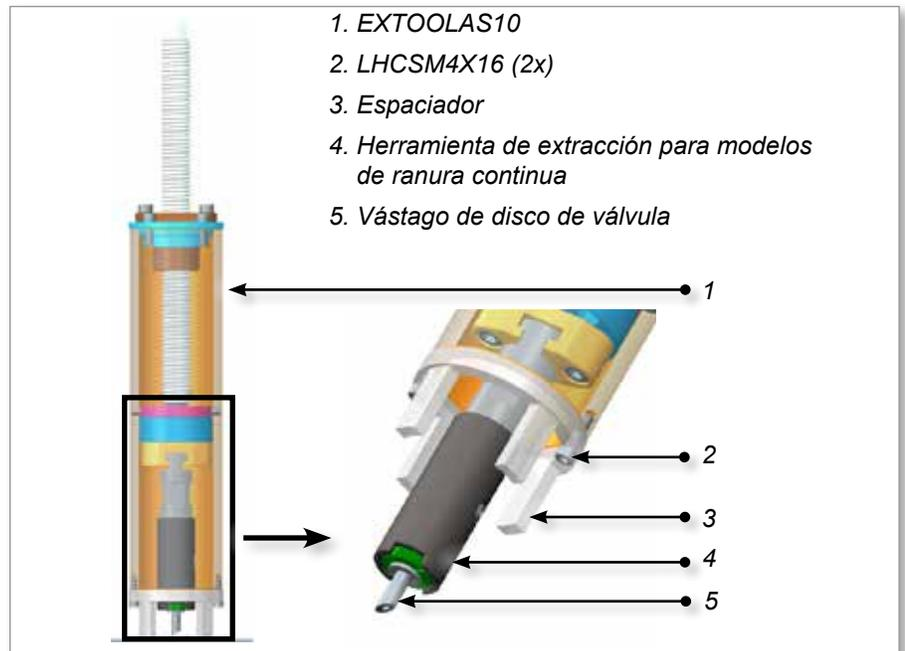

Figura 15-5 Para discos de válvula con ranuras continuas
- b) Conecte la herramienta de extracción del disco de la válvula al vástago del disco de la válvula. Consulte la Figura 15-5.